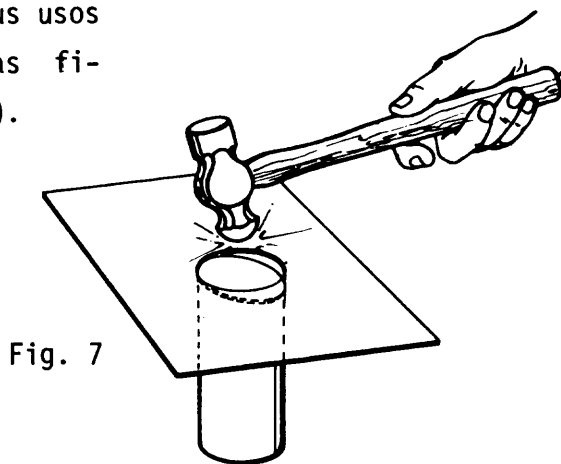

Fig. 7
2. Martillo de bola, utilizado en trabajos de mecánica y de plomería; es llamado también martillo de mecánico (fig. 7).